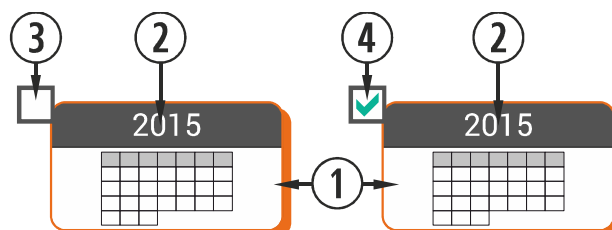
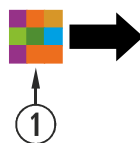

Figura 17
Figura 22
Nella programmazione per modello del giorno selezioneremo l'ora che desideriamo che si accenda (②), la temperatura possiamo selezionarla con la barra di spostamento o premendo sulla stessa temperatura il che ci aprirà una tastiera per introdurre manualmente la temperatura (③) sempre e quando lavoriamo con il modo di temperatura ambiente (vedere punto 2.5), la potenza alla quale lavora la stufa, se lo lasciamo in 'Off' la stufa non si accenderà a tale ora e per ultimo dobbiamo **salvare** la menzionata programmazione ed attivare il calendario nello schermo principale (vedere figura 17).
Per accedere alla programmazione settimanale dobbiamo premere la sua icona (figura 22) e accederemo allo schermo di programmazione. In essa dobbiamo indicare in ogni giorno della settimana che modello vogliamo utilizzare, **salvare** la programmazione e successivamente abilitare la programmazione tale e come viene indicato nel punto ④ della figura 17.